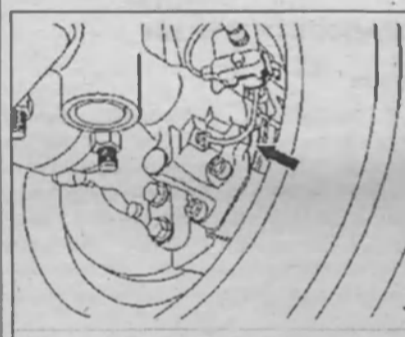

Рис. 2.14. Проверка толщины тормозных накладок задних колес (автомобили с дисковыми тормозными механизмами).
4. Проверьте толщину тормозных колодок задних колес через отверстие (стрелка) в тормозном суппорте (рис. 2.14).